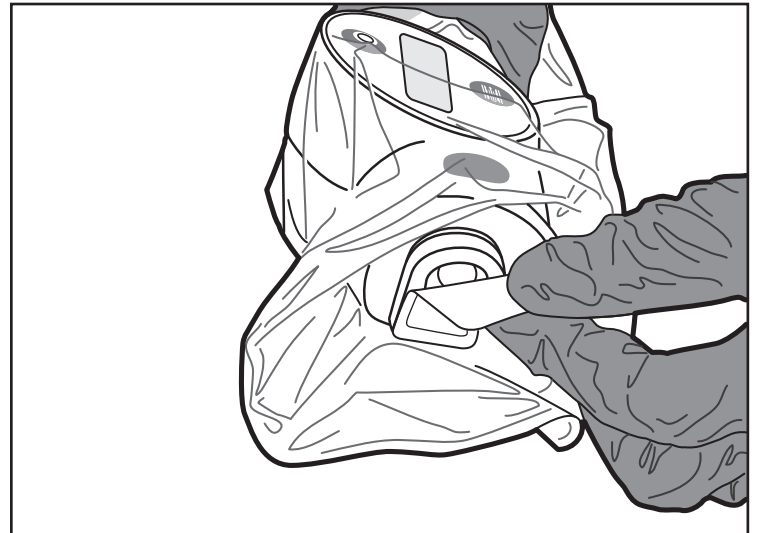

Figura 9. Retirada de la etiqueta
9. Cuando esté preparado para introducir el catéter compatible con la unidad motora MDU5 PLUS, desprenda la etiqueta de la placa frontal y deséchela correctamente (figura 9).